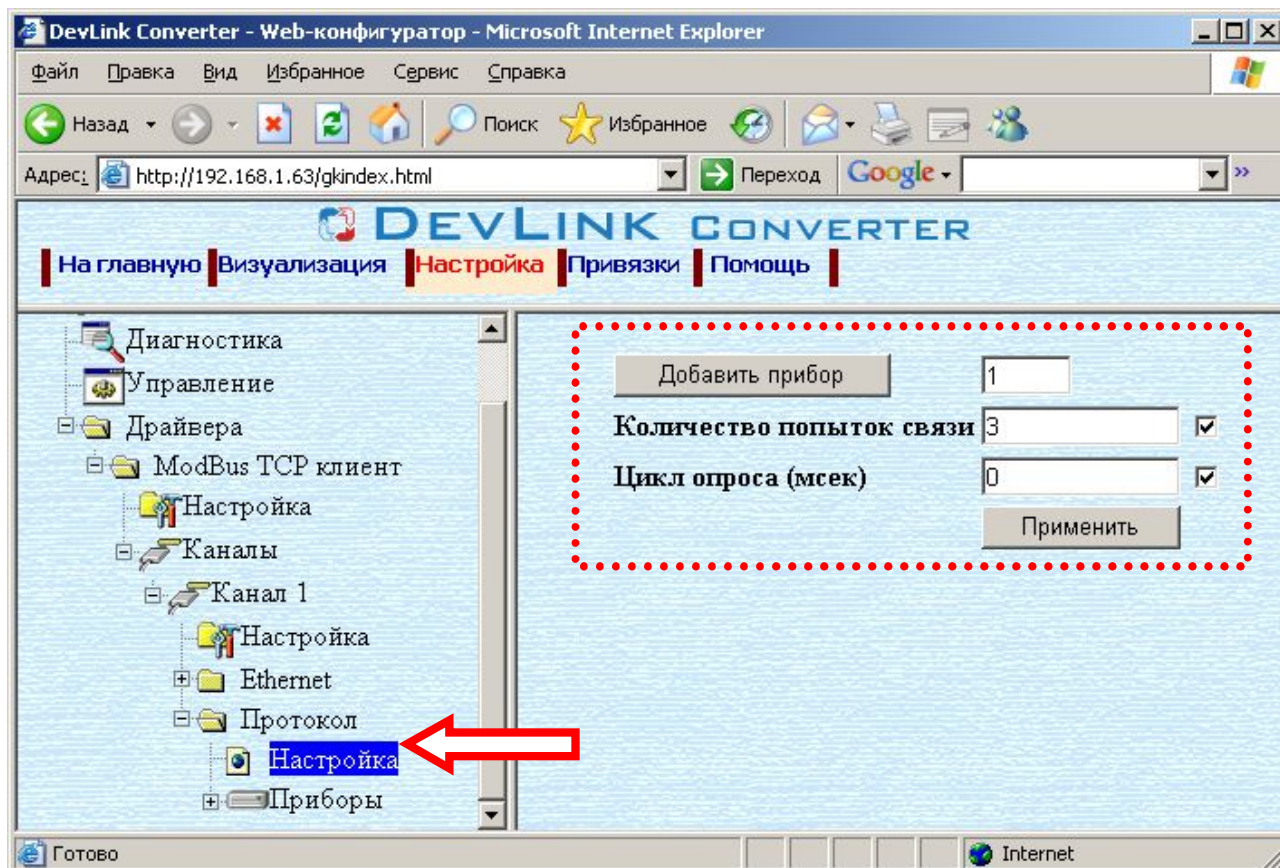

Рисунок 3.5 – Добавление прибора в канал
- Выберите в дереве объектов *папку «Настройка»* протокола драйвера нужного канала (рисунок 3.5). В результате в правом фрейме (фрейм «Настройка») конфигуратора появятся элементы «Добавить прибор», «Интервал опроса», «Количество попыток связи» «Применить».